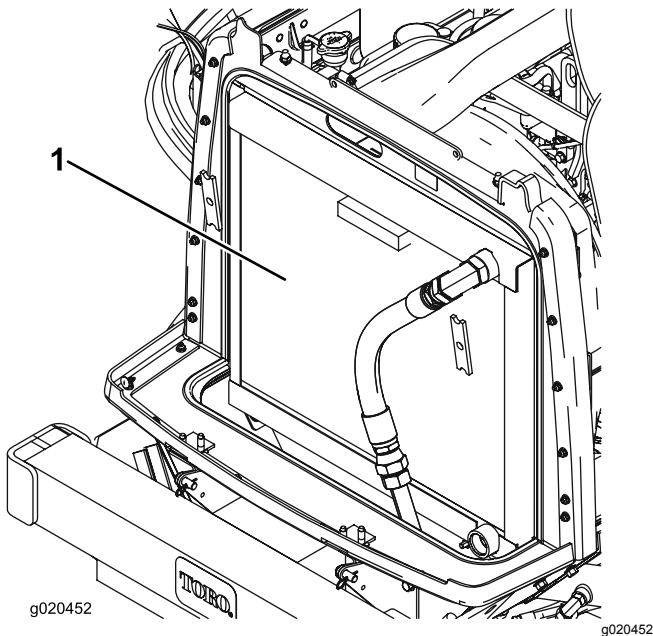

Bild 98
3. Reinigen Sie beide Seiten des Kühlers bzw. Ölkühlers gründlich mit Druckluft (**Bild 98**).